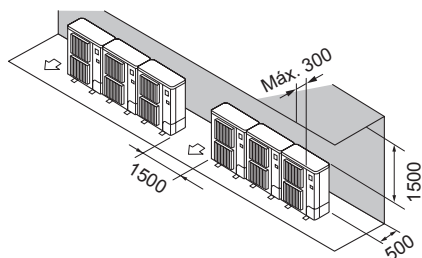

Fig. 2-13
- ② Obstáculos apenas na parte de trás e por cima (Fig. 2-13)